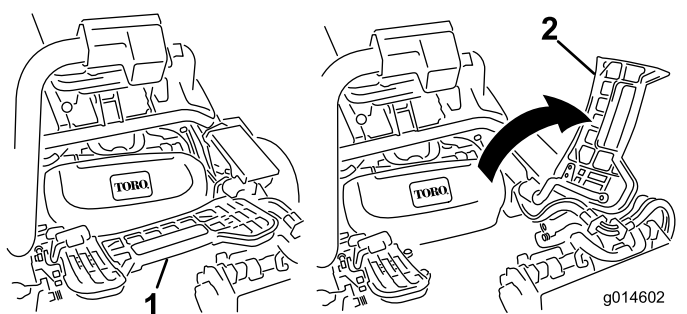

図 31
1. フットレストを跳ね上げて開き、中央カッティングユニット取り付け位置へのアクセスを確保する図 31。